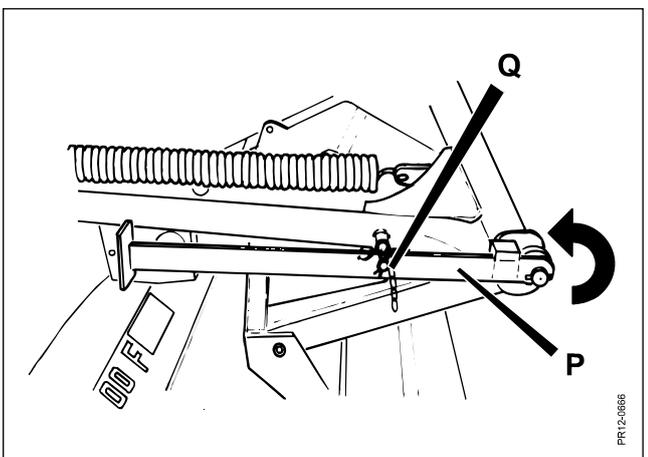

Fig. 2-9
**Fig. 2-9** Wenn die Maschine am Schlepper angebaut ist, wie früher gezeigt, muß die Abstellstütze **P** nach hinten geschwenkt werden, damit die Maschine sich innerhalb des Arbeitsgebietes frei bewegen kann. Die Abstellstütze festhalten und mit der Kette mit Splinte **Q** sichern.
Wenn die Maschine angebaut ist, muß die Abstellstütze in horizontaler Position sein wie auf Fig. 2-9 gezeigt, um freie Beweglichkeit für die Maschine während der Arbeit im Feld zu sichern.